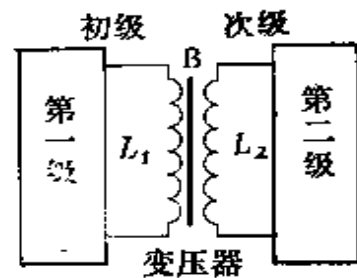

图 5-14
(2) 变压器耦合。变压器耦合是利用电感的互感作用来实现耦合的,如图 5-14 所示。变压器是在铁芯上绕初、次级